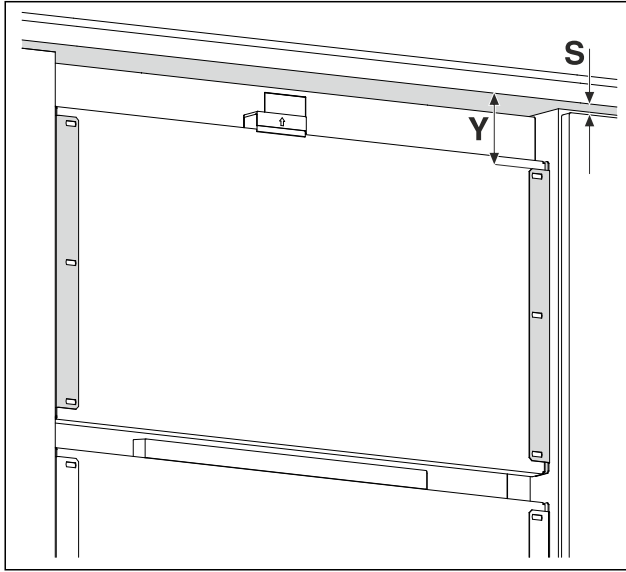

Fig. 15 Beispielhafte Darstellung
- ▶ Abstand Fig. 15 (Y) von Unterkante Möbelfront zum Haltewinkel messen.
- ▶ Abstand Fig. 15 (S) von Unterkante Möbelfront auf obere Kante Möbeltür messen.